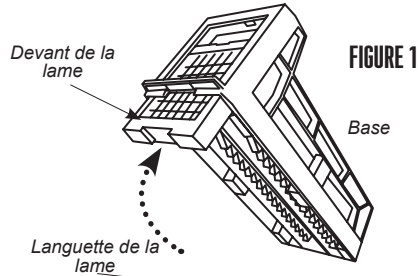

FIGURE 1
1. Insérer la lame avec la languette de la lame en premier vers le haut par la fente située au fond de la base. La partie frontale de la lame doit se trouver vers l'extérieur (**FIGURE 1**). La lame s'enclenche une fois installée.